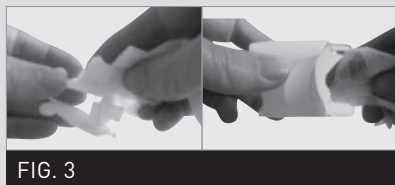

FIG. 3
3. Curățați bine camera Ergolift™ clapeta și instrumentul cu șervețele, cel puțin un minut, așa cum este descris mai jos. **(Fig. 3)**